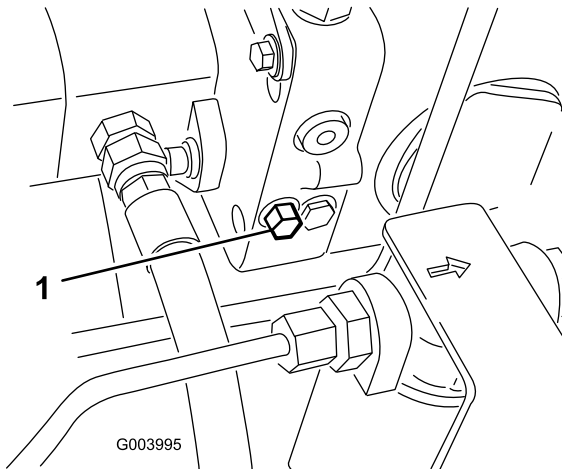

图25
- 旁通阀位于静液压泵的左侧（图25）。将螺栓旋转 1-1/2 圈，打开旁通阀并允许油在内部分流。由于液体被分流，机器可以缓慢移动，而不会损坏传动装置。